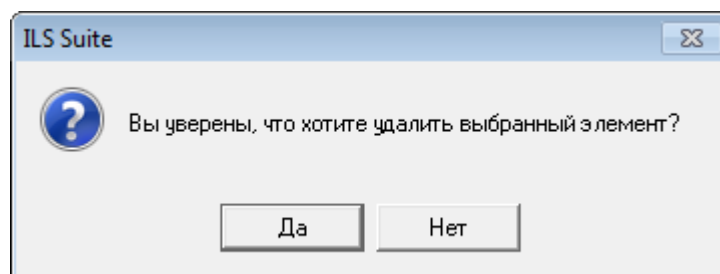

Рис. 5-99 – Диалоговое окно при удалении папки
3) В открывшемся диалоговом окне нажать «Да» для подтверждения действия (рис. 5-99).